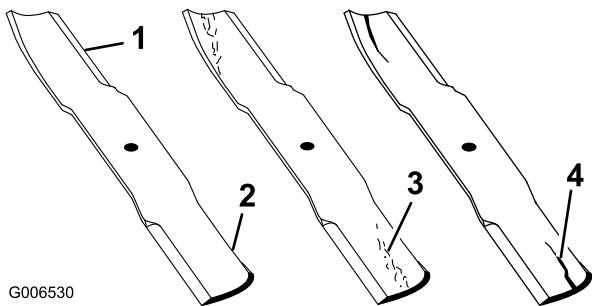

Figure 31
2. Examinez attentivement les tranchants de la lame, particulièrement au point de rencontre des parties plane et relevée (Figure 31). Le sable et les matières abrasives peuvent éroder le métal à cet endroit, c'est pourquoi il est important de contrôler l'état de la lame avant d'utiliser la machine. Remplacez la lame si elle est usée (Figure 31) (voir Dépose de la lame).
Si la lame est trop usée, une entaille se forme entre la partie relevée et la partie plane (Figure 31). La lame peut alors se briser et un morceau être projeté du dessous de la machine, vous blessant gravement ou une personne à proximité.